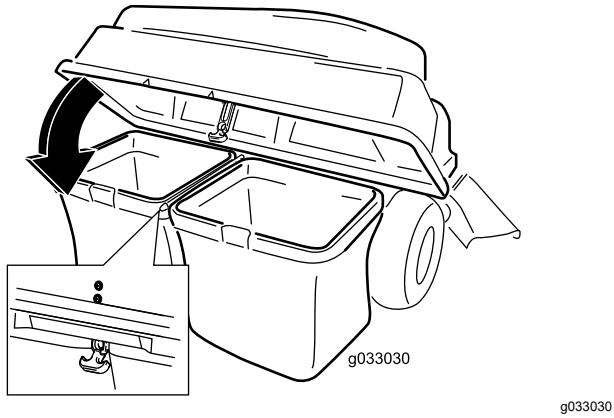

Figura 25
8. Abbassate il coperchio del sistema di raccolta sui cestini (Figura 25).